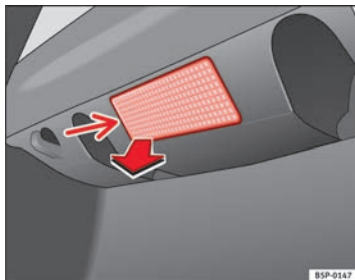

Abb. 167 Gepäckraum-
- Das Lampenglas der Glühlampe durch Druck mit einem Schraubendreher auf dessen Unterkante -Pfeil- abnehmen ⇒ Abb. 167.